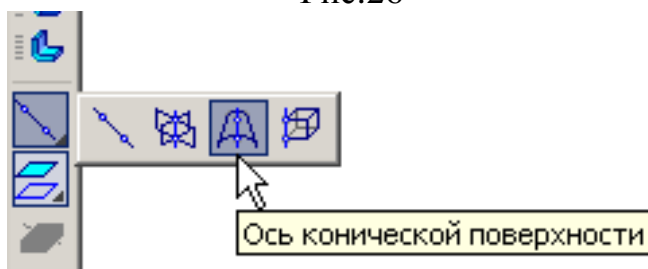

Рис. 27
- Для выполнения шести граней призмы необходимо предварительно создать ось, вокруг которой можно произвести копирование построенной грани. На компактной панели нажмите кнопку переключения *Вспомогательная геометрия*  и выберите команду *Ось конической поверхности*, рис. 27. Для построения оси курсором укажите цилиндрическую поверхность.